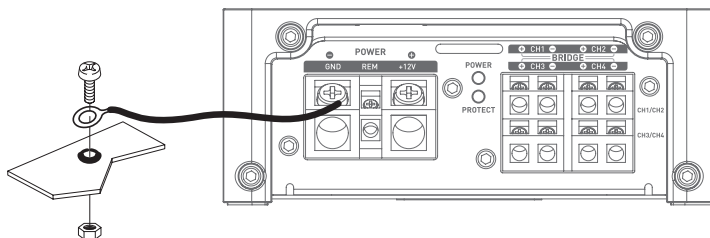

fig. 2
- 10 - Préparez la masse du châssis en grattant toute trace de peinture sur la surface métallique, afin d'assurer une bonne mise à la masse. Les connexions de masse doivent être aussi courtes que possible et **TOUJOURS** connectées à du métal soudé à la carrosserie ou au châssis du véhicule (*fig. 2*). Le point de masse généralement retenu est celui assurant la liaison entre la borne négative de la batterie et le châssis du véhicule.
**3.3.2** – Munissez-vous du câble d'alimentation négatif (-). Ce câble doit-être le plus court possible et ne doit idéalement pas dépasser 1 mètre, afin d'assurer une parfaite liaison entre l'amplificateur et le châssis du véhicule. Le câble et sa section doivent être conformes au tableau (paragraphe 3.1.) Trouvez un point de masse adéquat, puis poncez-le pour enlever toute trace de peinture ou autre verni et ainsi optimiser la qualité du contact. Percez la tôle préalablement poncée au diamètre correspondant à la vis choisie en vous assurant qu'aucun passage de câbles réservoir ou autre organe sensible du véhicule ne soit à proximité. Soudez et isolez (grâce à de la gaine thermo-rétractable) le câble de masse sur le départ de câble fourni vers votre amplificateur FPX (**fig. 2**).